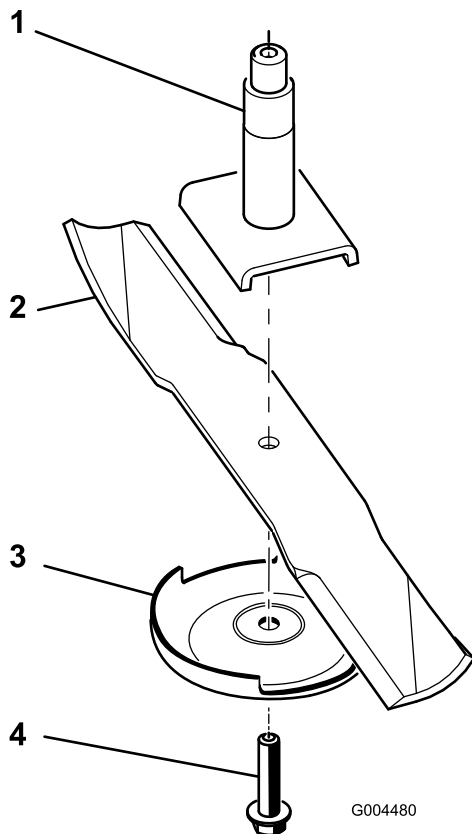

Figura 73
2. Retire del eje de la cuchilla el perno de la cuchilla, el protector de césped y la cuchilla (Figura 73).
Nota: Si la cuchilla se mantiene horizontal, está equilibrada y puede utilizarse. Si la cuchilla no está equilibrada, rebaje algo el metal en la parte de la vela solamente (Figura 73). Repita este procedimiento hasta que la cuchilla esté equilibrada.
1. Instale la cuchilla en el eje (Figura 73).
2. Instale la placa protectora de césped y el perno de la cuchilla (Figura 73).